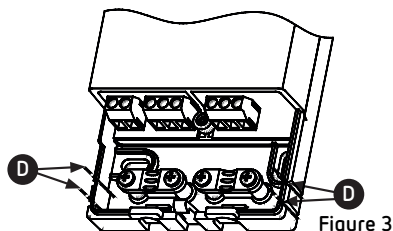

Figure 3
- Insertion latérale : éliminez avec une pince appropriée les dents en plastique, indiquées en D sur la figure 3.